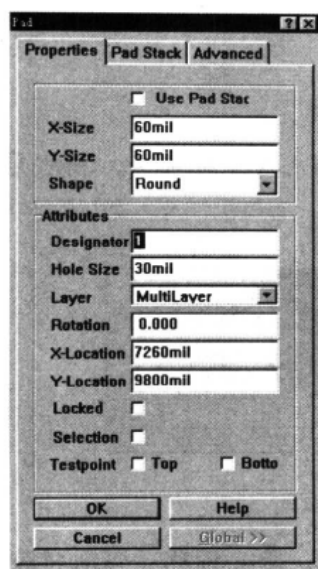
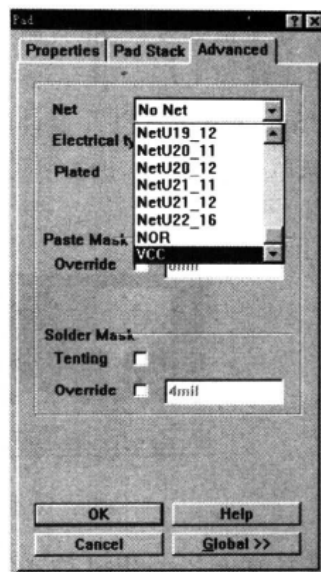

图 10-134 设置焊盘属性
图 10-135 设置焊盘网络属性
- (4) 将鼠标移动到刚放置的焊盘上, 双击鼠标左键, 或者在执行命令 Place|Pad 后, 按下 Tab 键, 弹出如图 10-134 所示的 Pad (焊盘) 属性对话框, 在对话框中可对焊盘的属性进行设置。可设置的内容, 包括需要放置焊盘的位置、大小、形状、工作层面和旋转角度等。
- (5) 单击图 10-134 中的 Advanced 标签, 打开 Advanced 选项卡, 如图 10-135 所示。单击 Net 下拉列表框右边的下拉按钮 , 选择 VCC, 单击 OK 按钮, 将焊盘的网络属性设置为电源 VCC。